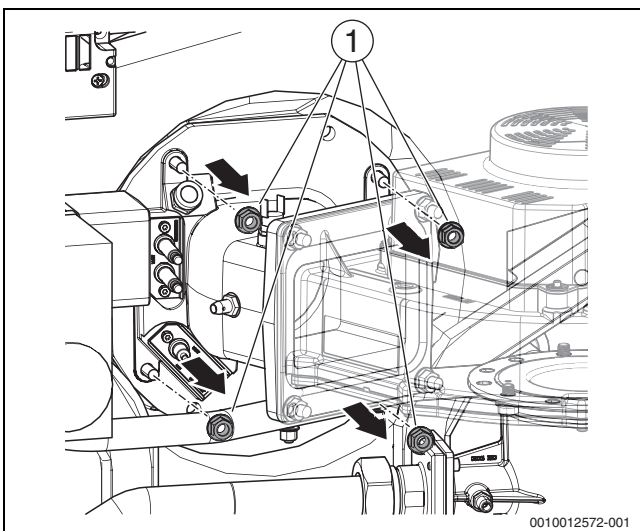
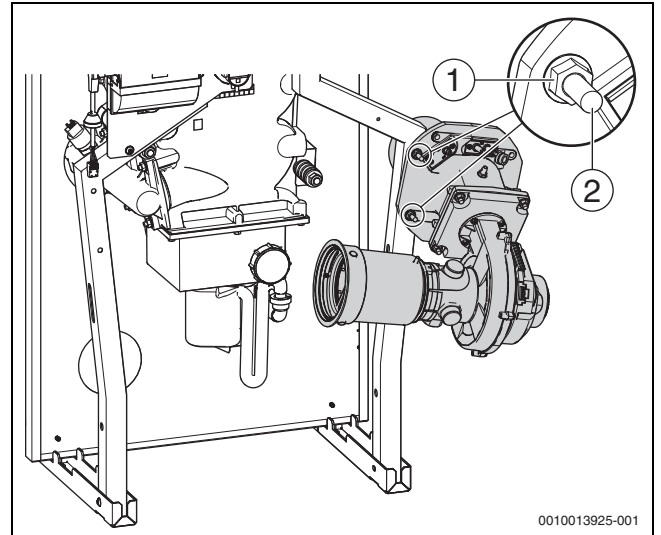

Bild 46 Muttern am Gemischkrümmers lösen
Bild 47 Brenner in Wartungsposition (Montage rechts)
► Brenner mit Flansch auf die werkseitig montierten Schrauben (→Bild 47, [2]) aufstecken und mit zwei der zuvor entfernten Befestigungsmutter (→Bild 46, [1]) sichern.